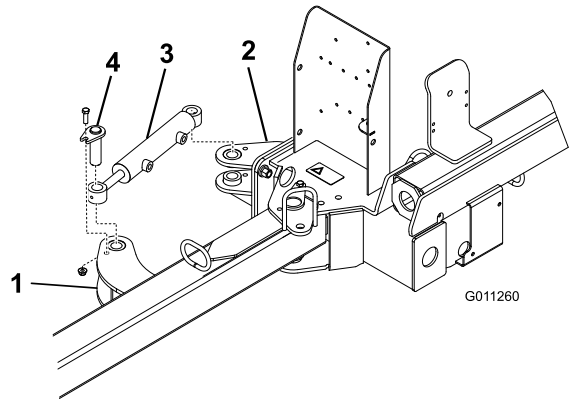

Bild 6
2. Befestigen Sie jedes Ende des Hydraulikzylinders mit einem Stift, einer Schraube ($\frac{3}{8}$ " x 1- $\frac{1}{4}$ ") und einer Bundmutter ($\frac{3}{8}$ ") an der Aktuatornase (Bild 6).